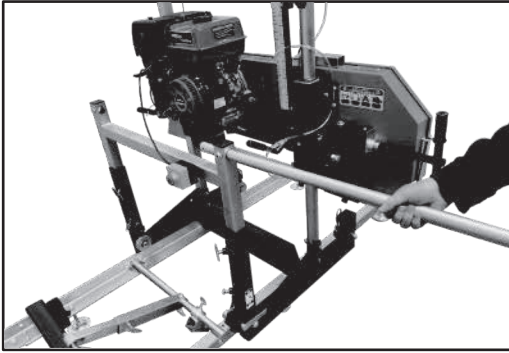
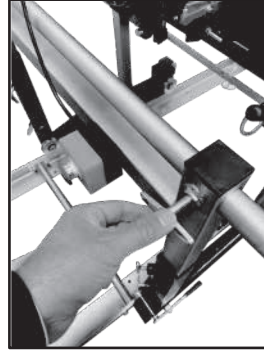

Fig. 55
Fig. 56
Étape 25 : Installer le tube de la barre de poussée. Faites glisser le tube de la barre de poussée depuis le côté (fig. 55), réglez-le à la longueur désirée, puis utilisez deux boulons à ailettes pour le fixer solidement en place (fig. 56).